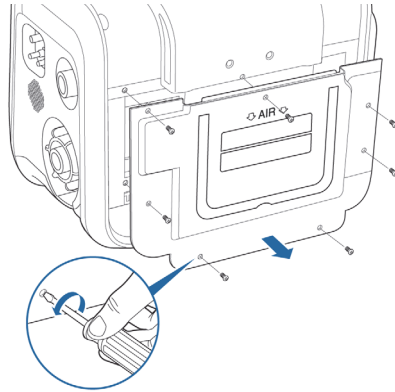

Figura 11-3. Retirada da tampa
1. Remova os sete (7) parafusos indicados abaixo, no painel traseiro do dispositivo, para o remover. Consulte a Figura 11-3.